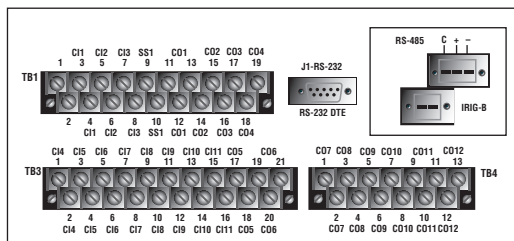

Figura 37.
5. Retire los alambres de las entradas de control y salidas de estado de los bloques de bornes TB1, TB3 y TB4 (Figura 37).
6. Desconecte las conexiones de los puertos de comunicaciones en serie y las conexiones de sincronización IRIG-B (Figura 37).